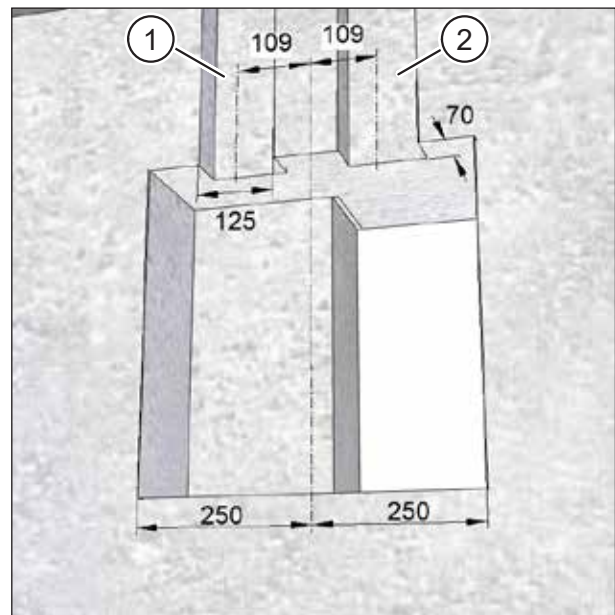

Abb. 12: Mauernuten für Flachkanalanschlüsse fräsen, Maße in Millimeter
- ▶ Fräsen Sie mit der Mauernutfräse **eine** Nut entweder für den Abluftkanal (Pos. 1 in Abb. 12) **oder** für den Zuluftkanal (Pos. 2 in Abb. 12) mit der Breite 125 mm und der Tiefe 70 mm (siehe Abb. 12).
- ▶ Fräsen Sie mit der Mauernutfräse **zwei** Nuten für den Abluftkanal (Pos. 1 in Abb. 12) **und** für den Zuluftkanal (Pos. 2 in Abb. 12) mit der Breite 125 mm und der Tiefe 70 mm (siehe Abb. 12).